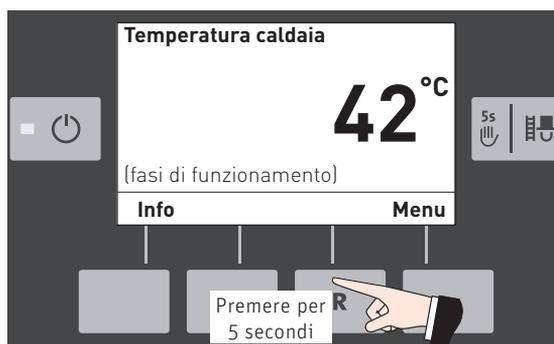

Fig. 71
- tenendo premuto il tasto "RESET" per 5 secondi nella visualizzazione standard, Fig. 71;